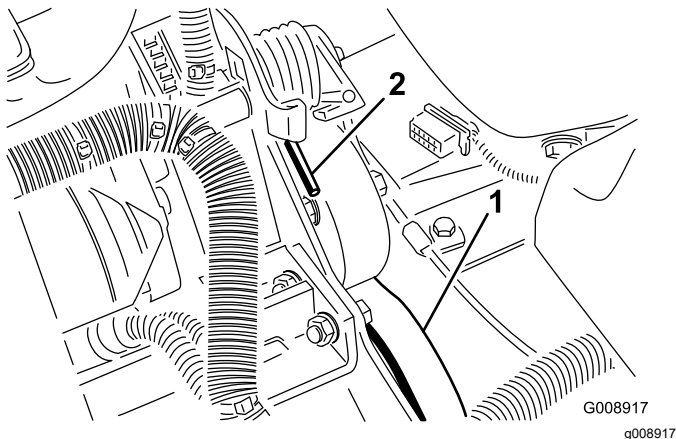

Bild 77
3. Drücken Sie das Ende der Feder (Bild 77) ab- und vorwärts, um die Feder aus dem Bügel auszuhaken und die Feder zu entspannen.